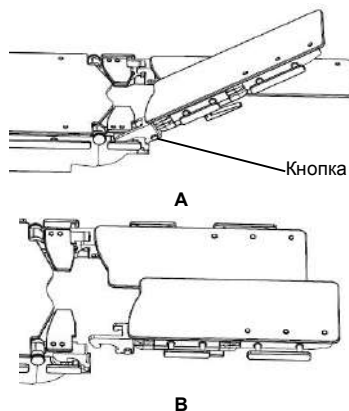

Рис. 2-40. Снятие двухшарнирной ножной секции
1. Возьмитесь одной рукой за двухшарнирную ножную секцию и нажмите большим пальцем фиксирующую кнопку, как показано на Рис. 2-40. (А).
2. Поднимите и вытащите двухшарнирную ножную секцию, как показано на Рис. 2-40. (В).